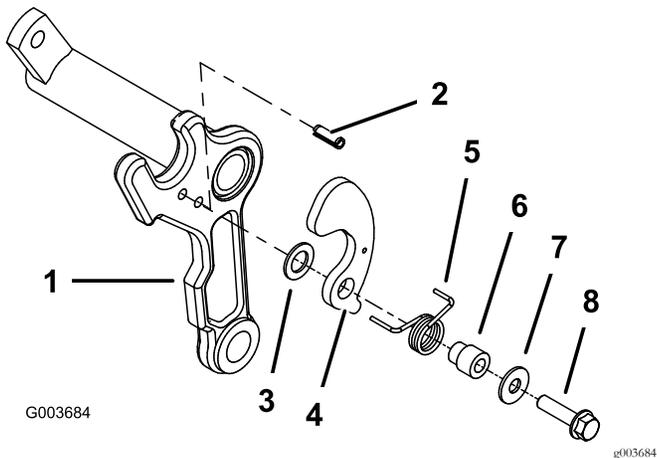

Figura 6
4. Instale un pasador cilíndrico en el taladro inferior del lado correspondiente del bastidor de tiro de cada unidad de corte (Figura 6).
5. En el mismo lado del bastidor de tiro en que se instaló el pasador cilíndrico, monte una arandela de plástico, un soporte del recogedor, un muelle de torsión, un collar del recogedor, una arandela plana (3/8" x 7/8") y un perno (5/16" x 1 1/4"); consulte Figura 6.